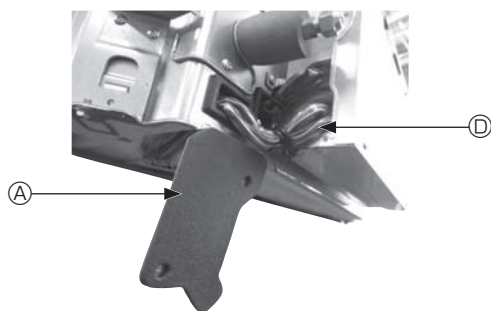

Fig. 4-4
- ① Verwijder de 2 schroeven waarmee de bedradingkap vastzit uit de hoofdunit en open de kap.
- ② Leid de bedrading van de i-See-sensor en signaalontvanger door de draadgangen in de schakeldoos zoals aangegeven in de tekening en door de doorvoeren aan de zijkant van de hoofdunit. (Fig. 4-4)